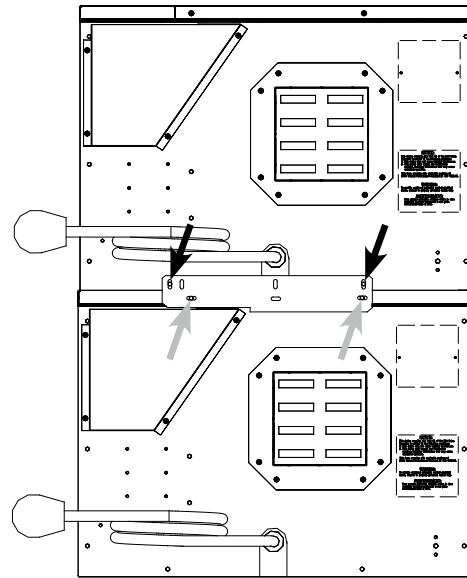

FIGURE 4 : Fours empilables (deux)
#### Fours empilables (deux) (Figure 4)
- a. Retirez les vis indiquées par une flèche grise à la figure 4.
REMARQUE : Orientez le support comme indiqué à la figure 4.
6. Retirez les vis du four qui doit être placé en haut, comme indiqué par les flèches noires à la figure 4.